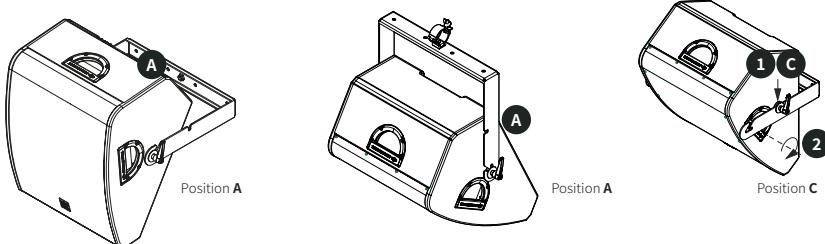

图11. 不同辐射方向在墙壁或桁架上的应用
- 如果想让SMX 12A离墙更近且向下方辐射，可以使用U型架上的“位置C”，详见图11。